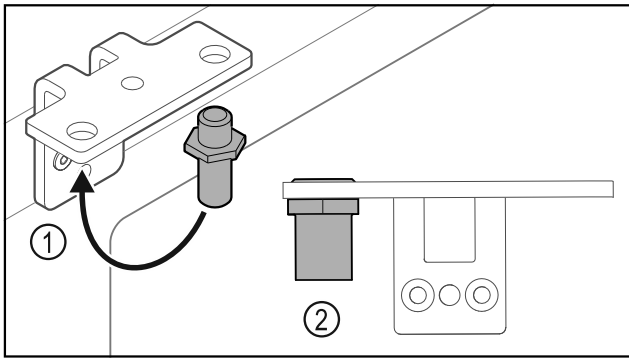

Fig. 30
- ▶ Premiestnite čap Fig. 30 (1) v uholník závesu.
- ▶ Uťahnite čap Fig. 30 (2) **uťahovacím momentom 12 Nm**.